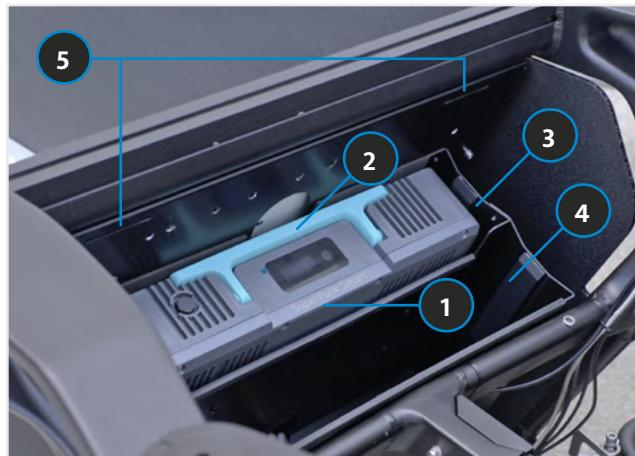

BILD 14 AKKU EINSETZEN
1. Akku vorsichtig von oben und in der korrekten Orientierung einsetzen. Griff muss (im eingeklappten Zustand) nach oben bzw. in Richtung Laderraum zeigen. (Siehe Bild 14)